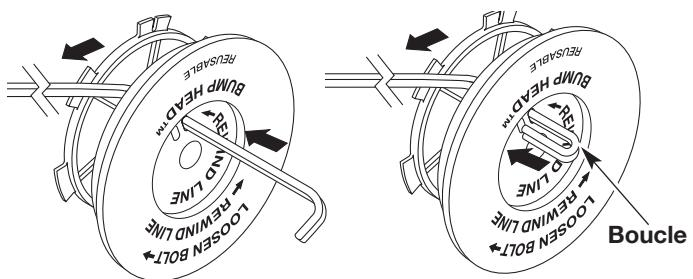

Fig. 37
8. Découpez environ 3 m (9 pi) de fil neuf. Insérez une extrémité de fil dans l'un des deux trous du moulinet intérieur (Fig. 37). Tirez le fil jusqu'à ne laisser que 10 cm (4 po) environ.
9. Insérez l'extrémité du fil dans le trou ouvert du moulinet et tirez sur le fil pour que la boucle soit le plus petit possible (Fig. 37).